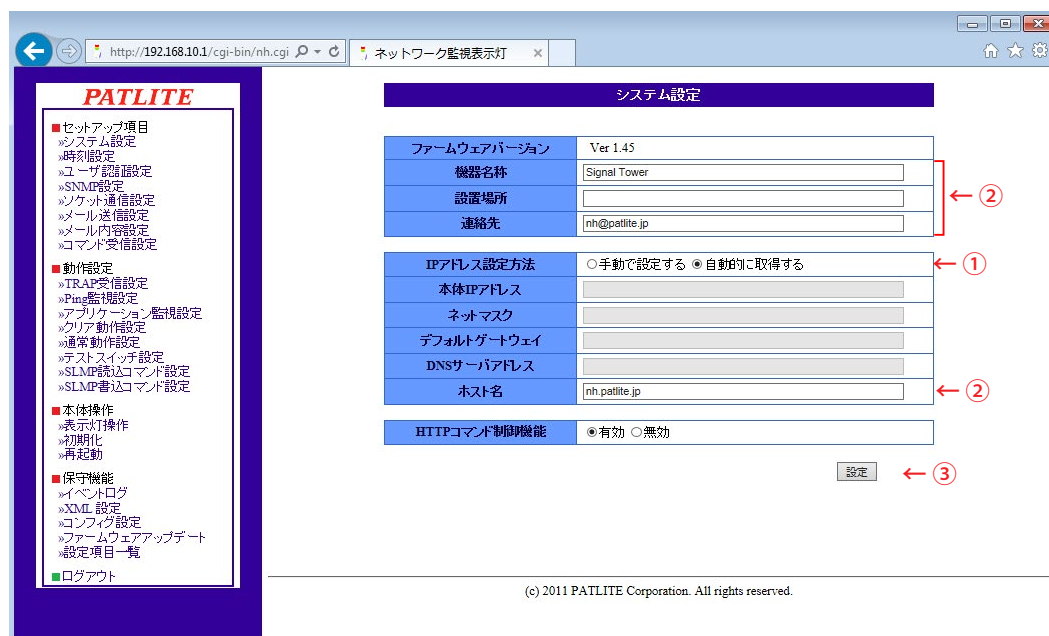

図2.6.1 システム設定画面(DHCP機能選択時)
- ① IP アドレス設定方法を「自動的に設定する」に選択します。(図 2.6.1 参照)
- ② 必要に応じて機器名称・ホスト名などの設定をおこなってください。
- ③ 変更後「設定」ボタンをクリックして設定を反映させてください。